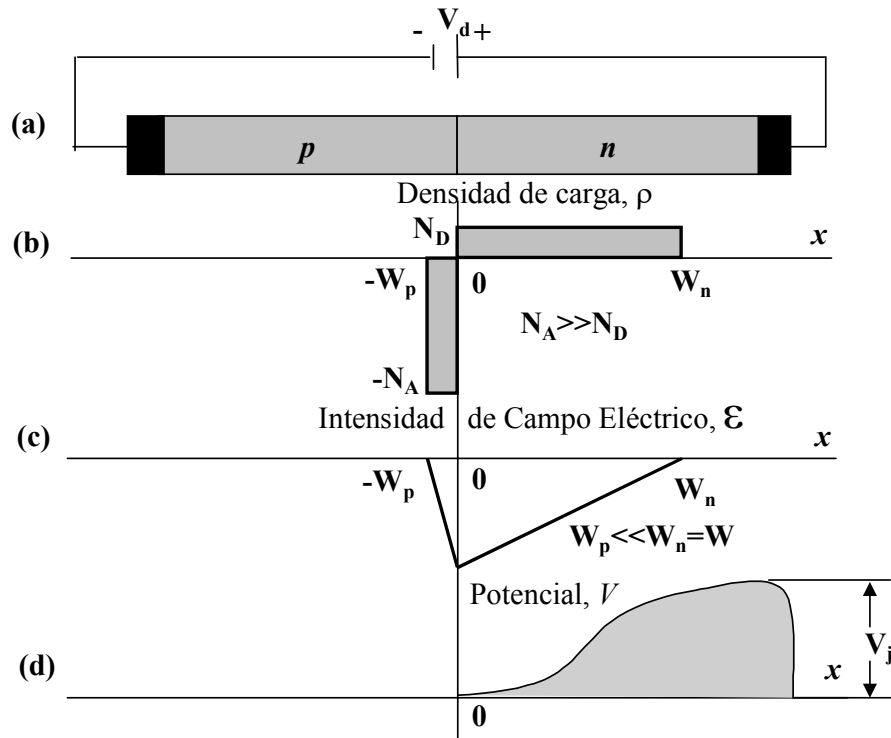

Figura 1. (a) Unión abrupta p-n polarizada en sentido inverso. (b) Densidad de carga. (c) Intensidad de campo. (d) Variación de potencial con la distancia.
En la figura 1, se muestra la densidad de carga en función de la distancia en una unión abrupta en la que la densidad de impurezas aceptadoras se supone mucho mayor que la concentración de donadores puesto que la carga neta total debe ser cero, entonces:
Las líneas de campo eléctrico parten de iones donadores positivos y terminan en los iones aceptadores negativos. Por lo tanto, no hay líneas de campo a la derecha del límite $x = W_n$ en la figura 1, y $\mathcal{E} = -dV/dx = 0$ en $x = W_n \approx W$. Integrando la ecuación (9) sujeta a las condiciones límite, tenemos: